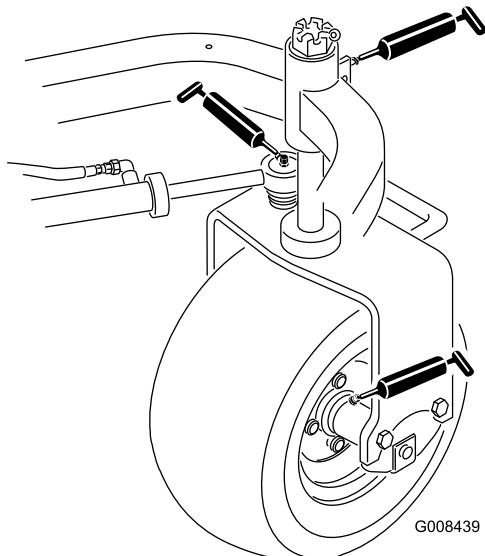

図 34
- ・ 後ホイール・ハブ（1ヶ所；図 34）
- ・ キャスタ・ベアリング（1ヶ所；図 34）
- ・ ステアリング・シリンダ（2ヶ所；図 34）